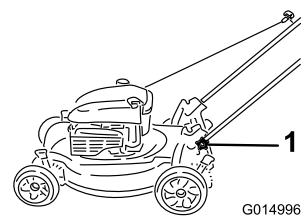

Figure 37
1. Desserrez les boutons du guidon jusqu'à ce que le guidon bouge librement (Figure 37).